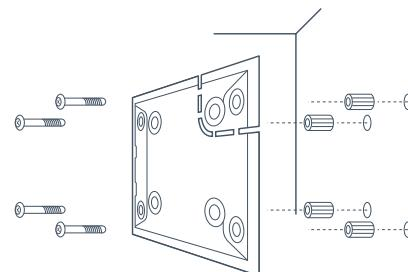

РИС. 2. Схема монтажа крепежной панели SmartBracket
- 5.3 Закрепите крепежную панель SmartBracket с помощью входящих в комплект дюбелей и саморезов на стене (РИС. 2). Рекомендованная высота установки датчика 2,4 м. Установка датчика на иной высоте, чем рекомендуемая 2,4 м, сокращает дальность действия датчика и может уменьшить охраняемую зону.